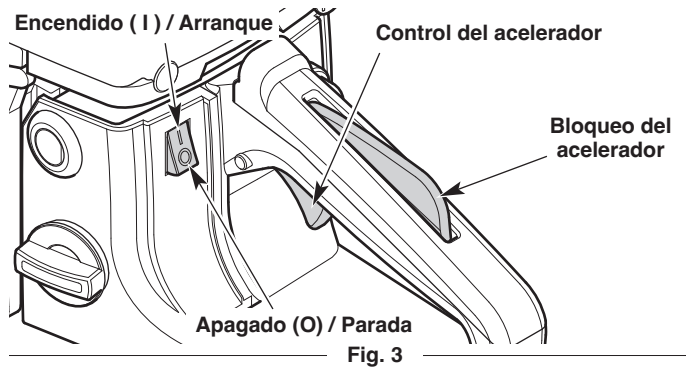

Fig. 3
6. Mueva el interruptor de encendido/apagado a la posición **On** (encendido) (Fig. 3).
NOTA: NO toque el control del acelerador hasta el paso 15 (Fig. 3).
9. **NO** toque el control del acelerador (Fig. 3). Coloque la unidad sobre una superficie plana y nivelada. Despeje el área de cualquier objeto que podría entrar en contacto con la cadena de la sierra.
2. Mueva el interruptor de encendido/apagado a la posición **Off** (apagado) (Fig. 3). Espere a que la cadena de la sierra se haya detenido completamente.